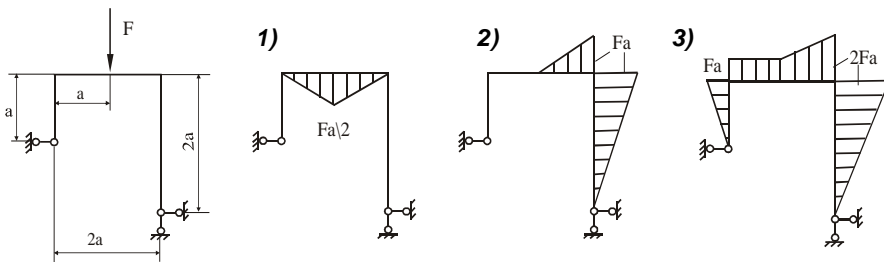

Рис. 15
8. Указать какая из трех приведенных эпюр моментов для рамы (рис. 15) построена правильно, и объяснить, почему остальные неверны.